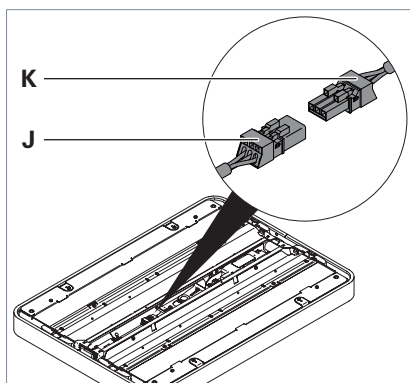

Fig. 11: Raccorder la tête du luminaire, partie 2.
- Raccordez le connecteur femelle **K** à la fiche **J** de la tête du luminaire, voir Fig. 11.